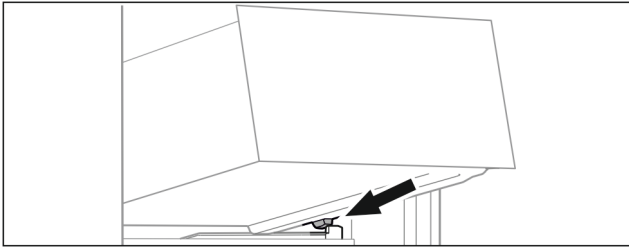

Fig. 82
- ▶ Aseta vetolaatikko vinosti rajoittimien taakse kannattimelle. (katso Fig. 82)